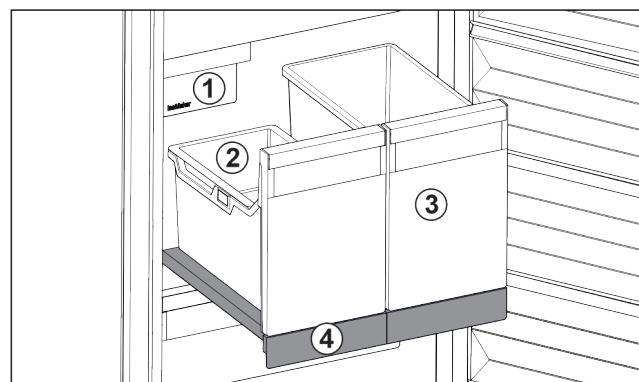

Fig. 88 Vysouvací příhrádka s IceTower
- (2) Závěsná miska pro kostky ledu
- (4) Vysouvací příhrádka
Na vysouvací příhrádce jsou dvě vysoké nádoby (IceTower). V nádobě Fig. 88 (2) se shromažďují a skladují kostky ledu z IceMaker. Nádoba Fig. 88 (3) se hodí pro skladování vysokých potravin jako pizzy nebo alkoholické nápoje.